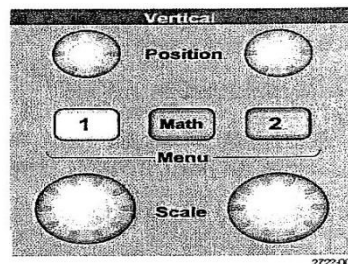

Fig.63.-Panel de botones y controles verticales.
Los controles verticales de la pantalla para cada uno de los dos canales (1) y (2) aparecen en la fig. 63.